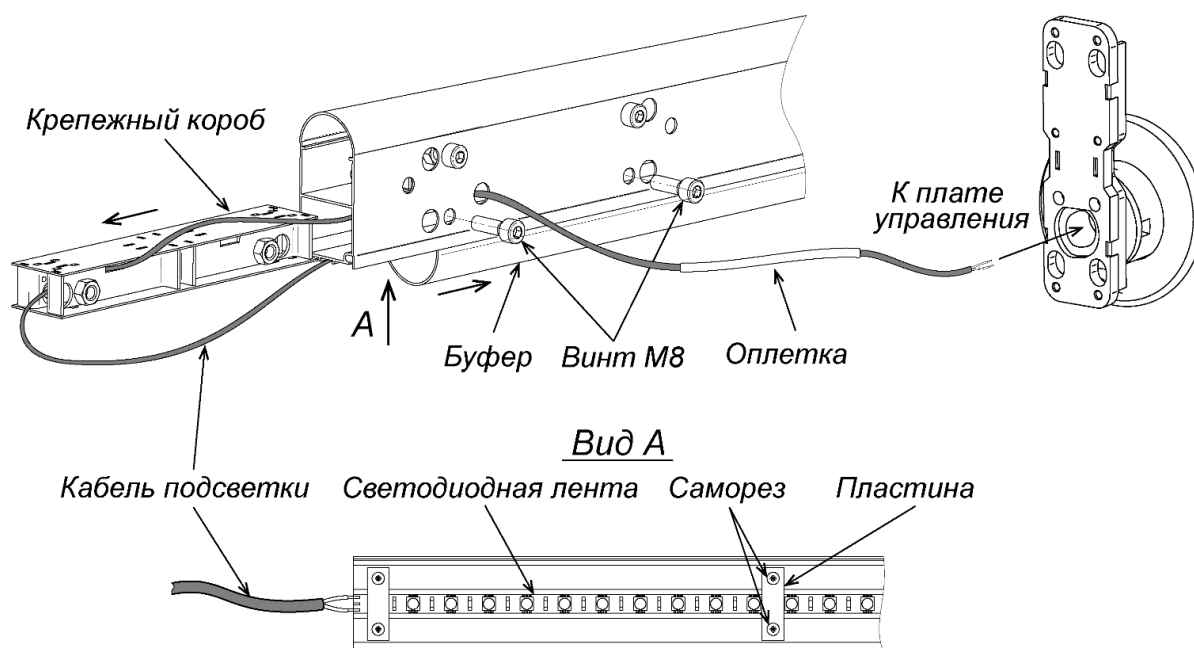
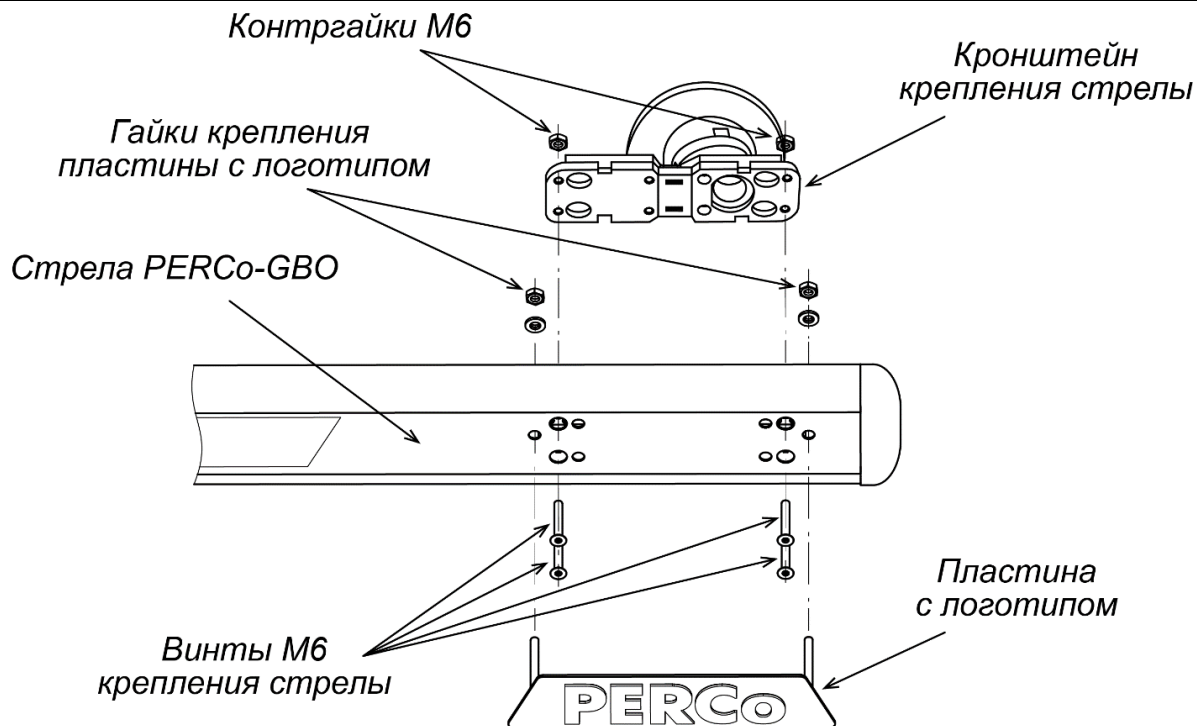

Рисунок 15. Монтаж подсветки стрелы *PERCo-GB0*
Рисунок 16. Монтаж стрелы PERCo-GBO
Для предохранения механизма шлагбаума от сильного горизонтального воздействия на стрелу (наезда) в ее конструкции предусмотрены саморазрушающиеся пластиковые элементы. Это могут быть либо пластиковые предохранители, установленные на крепежном коробе стрелы GBO или переходной пластине стрелы GBR (см. рис. 15 и 16), либо в качестве предохранителей могут использоваться пластиковые винты М6 вместо металлических для крепления стрелы. Для замены поврежденных при наезде элементов в комплекте стрелы имеется их запас.
4. Проденьте провода светодиодной ленты 12В внутрь крепежного короба и через стрелу, как показано на рис. 15. вставьте короб обратно внутрь стрелы. Аккуратно, не повредив их, вытяните провода подсветки из отверстия в стреле и проверьте их укладку в стреле.
Для предохранения механизма шлагбаума от сильного горизонтального воздействия на стрелу (наезда) в ее конструкции предусмотрены саморазрушающиеся пластиковые элементы. Это могут быть либо пластиковые предохранители, установленные на крепежном коробе, либо в качестве предохранителей могут использоваться пластиковые винты М6 вместо металлических для крепления стрелы (см. рис. 16). Для замены поврежденных при наезде элементов (запасные идут в комплекте стрелы) необходимо будет вынуть крепежный короб из стрелы (см. рис. 15).
При помощи четырех потайных винтов М6 установите стрелу на кронштейн крепления стрелы шламбаума (используйте динамометрический ключ, момент затяжки – не более 1 Нм), после чего вставьте декоративную пластину с логотипом в отверстия стрелы и зафиксируйте ее гайками (см. рис. 16).